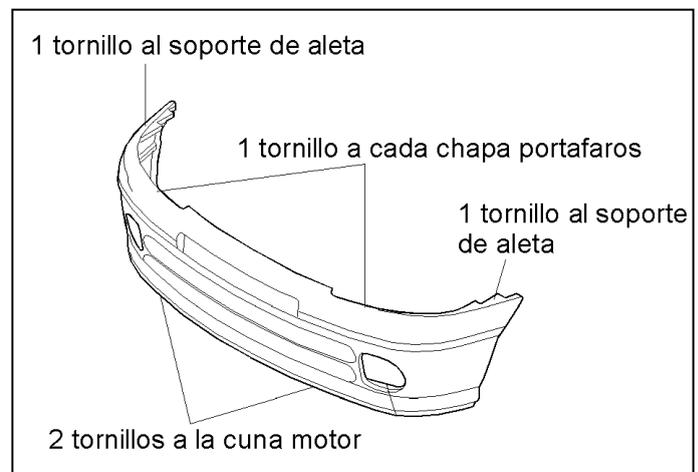

Figura 18.- Unión del paragolpes delantero
En la figura 18, se muestra la unión del paragolpes delantero con el resto de la carrocería.
- Paragolpes delantero (figura 18).